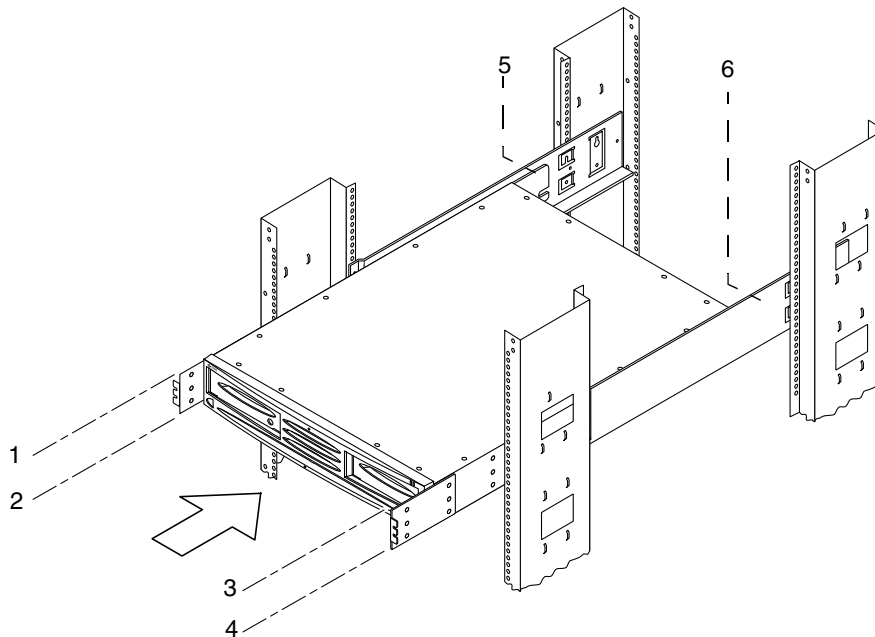

図 2-10 取り付け用レールにメディアトレイを滑り込ませる
10. 取り付け耳とラックの正面の 2 つの面が完全に重なるまで、2 つのレールにメディアトレイを滑り込ませます (図 2-10)。